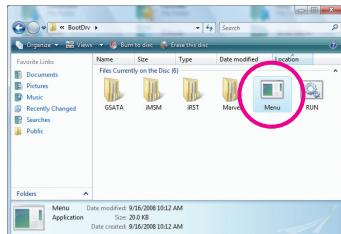

図 2
- 2: 光学ドライブフォルダから、BootDrv フォルダの Menu.exe ファイルをダブルクリックします(図 2)。図 3 のようなコマンドプロンプトウィンドウが開きます。